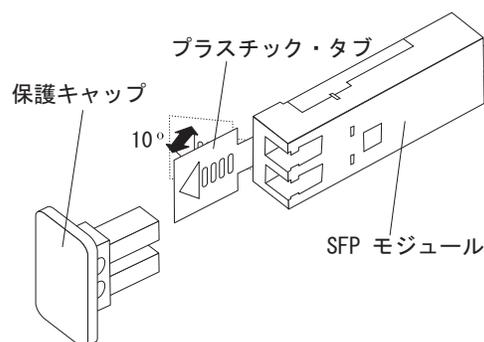

図 28. SFP モジュール・ラッチのアンロック - プラスチック・タブの場合
- プラスチック・タブが入っている SFP モジュールの場合は、図 28 に示すように、プラスチック・タブを外側に 10° 引いて SFP モジュールのラッチをアンロックします。